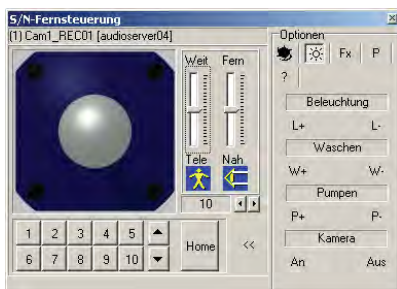

Abbildung 9-5: MultiView - Virtueller Joystick
- In der oberen Menüleiste finden Sie den Button . Wenn Sie diese Taste betätigen, erscheint der virtuelle Joystick in MultiView (Abbildung 9-5). Mit Hilfe dieses Bedienelements können Sie ARGUS nun steuern.